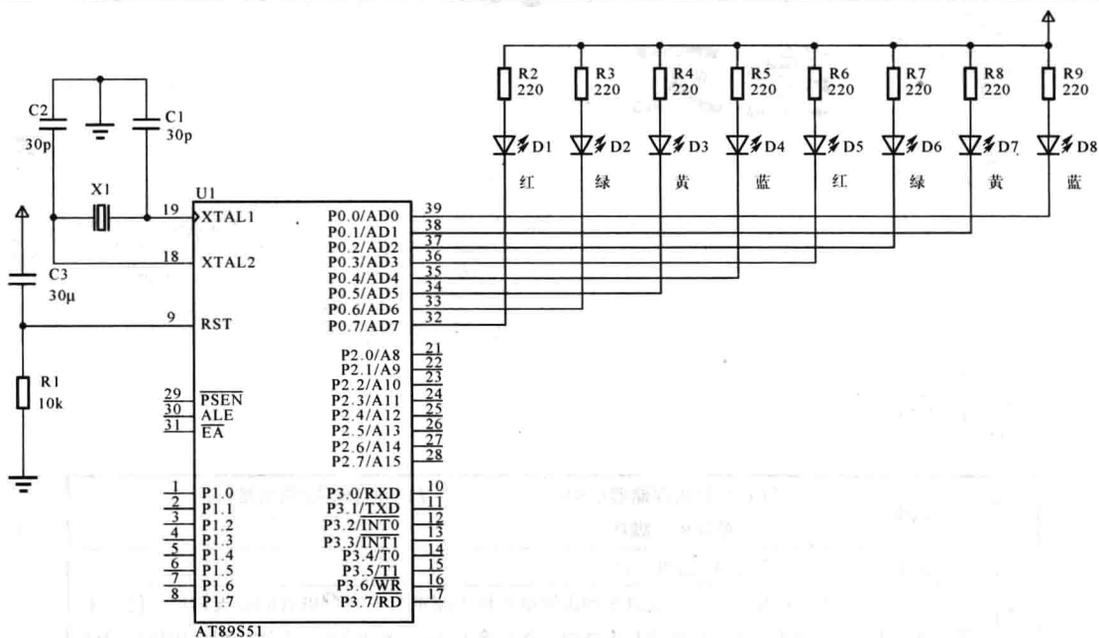

图 1-1 单片机控制单灯亮灭连接电路
任务要求	由 P0 口连接 8 只发光二极管（如图 1-1 所示，P0 口各脚分别连接红、绿、黄、蓝四种颜色的发光二极管），实现如下功能： (1) 让左边 4 只发光二极管亮、右边 4 只发光二极管不亮； (2) 让 8 只发光二极管间隔亮，即从左边开始让第 1、3、5、7 只亮，另外 4 只不亮，或反过来。